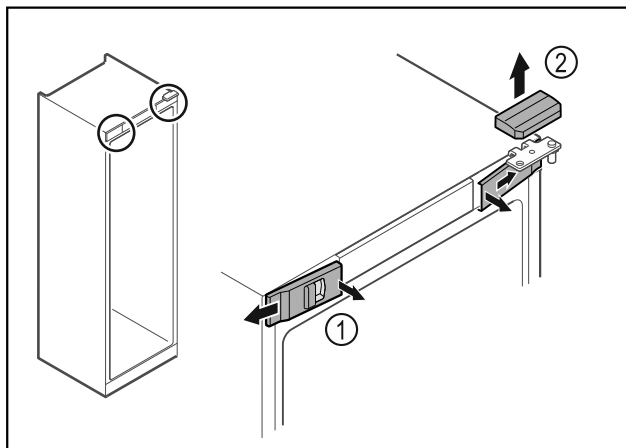

Fig. 13
- Vordere Abdeckungen Fig. 13 (1) innen ausrasten und zur Seite abnehmen.
- Obere Abdeckung Fig. 13 (2) nach oben abnehmen.